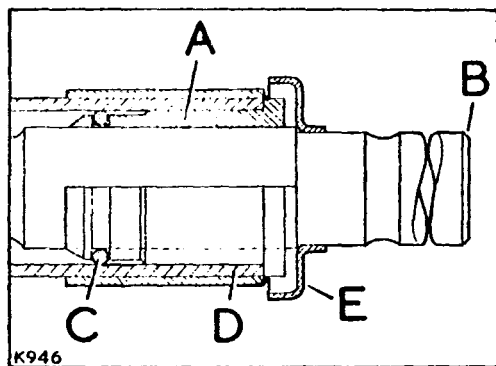

Fig. G1-53.- Sección longitudinal de la parte superior de la columna de tipo antiguo.
- 3.1.- Montar a presión el rodamiento, o en los modelos antiguos el casquillo, A (Fig. G1-53) y retén, C, en la parte superior de la columna de dirección, D.